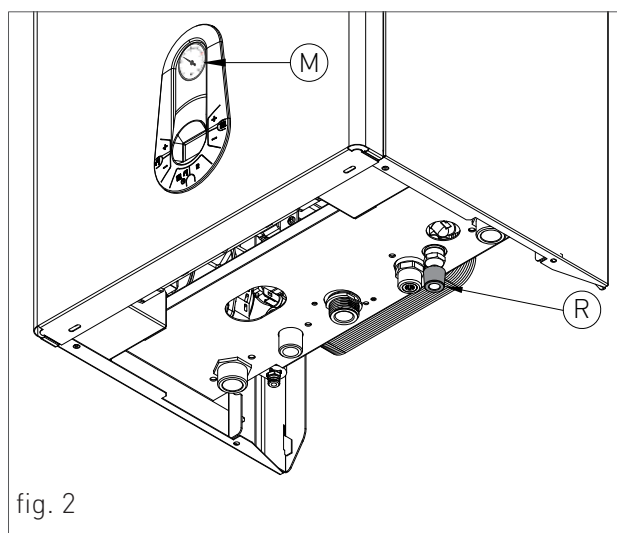

fig. 2
Per il posizionamento, operare come segue (vedi fig. 2):
3. aprire il rubinetto di carico "R" (fig. 2);
4. controllare attraverso il manometro "M" (fig. 2) che la pressione dell'impianto raggiunga 1.2 bar;
5. ad operazione avvenuta, assicurarsi che il rubinetto di carico "R" (fig. 2) sia ben chiuso.